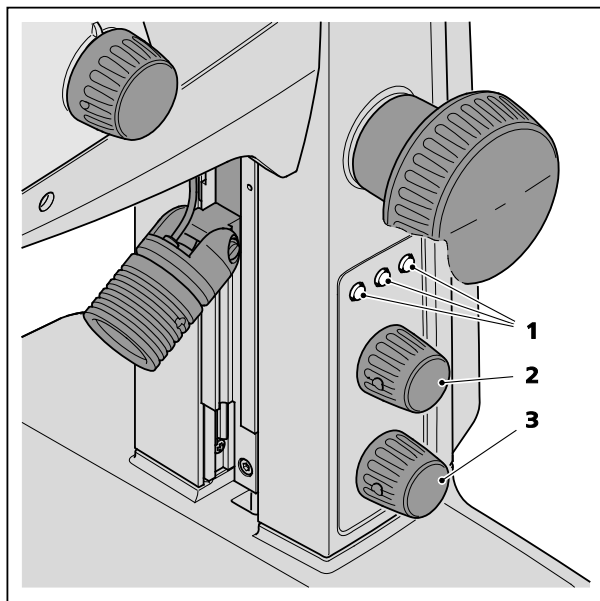

Рисунок 6 Обслуживание клавиш запоминания
Штатив «M LED» имеет три клавиши запоминания (рисунок 6/1), которые позволяют записать в память различные состояния освещения и быстро переключить между различными режимами освещения отражённым, проходящим и смешанным светом.
- Включить желаемые варианты освещения (отражённый и/или проходящий свет) путём нажатия верхней поворотной ручки (рисунок 6/2) или нижней поворотной ручки (рисунок 6/3) соответственно.
- Настроить интенсивность освещения отражённым светом/проходящим светом путём вращения верхней поворотной ручки (рисунок 6/2) или нижней поворотной ручки (рисунок 6/3) соответственно.
- Удерживать желаемую клавишу запоминания (рисунок 6/1) в течение 3 секунд в нажатом состоянии. Все три клавиши светятся, когда процесс запоминания закончен.